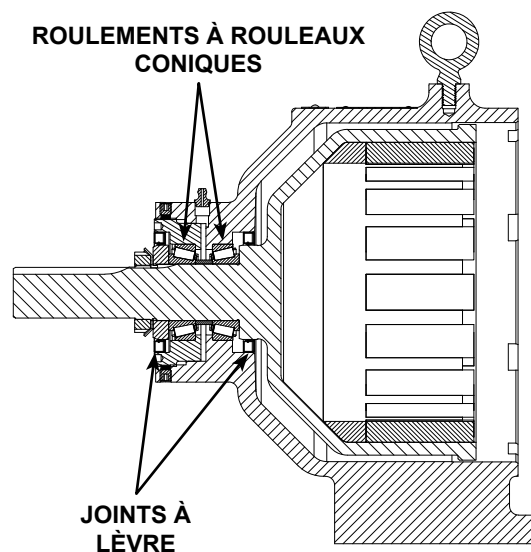

FIGURE 9
2. Enfoncer le joint à lèvres intérieur dans le support et le joint à lèvres extérieur dans le capuchon puis lubrifier les joints à lèvres, voir l'orientation des joints à lèvres et des paliers à la **Figure 9**.